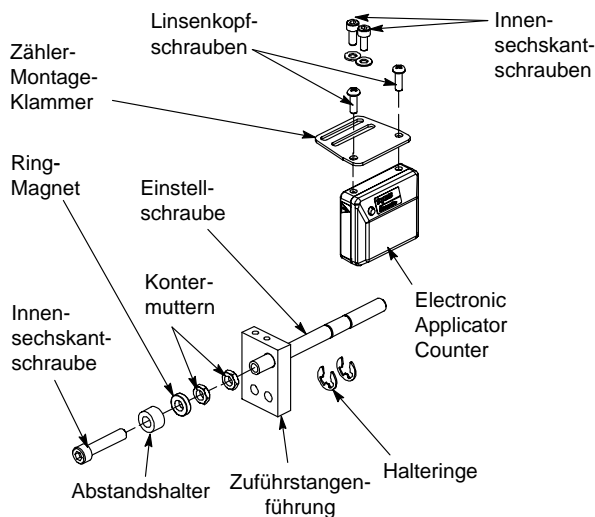

Abb. 2
Der Bausatz (Abbildung 2) umfasst den Electronic Applicator Counter, eine Montageplatte (Zähler-Montage-Klammer), einen Ringmagneten, eine Einstellschraube, eine Zuführstangenführung sowie Kleinteile zum Montieren des Zählers und des Ringmagneten am Applikator.
8. Positionieren Sie den Abstandshalter und den Ringmagneten auf der Innensechskantschraube und sichern Sie den Magneten mit einer Gegenmutter. Siehe Abbildung 2. Sichern Sie die Gegenmutter mit einer lösbaren Schraubverbindung.